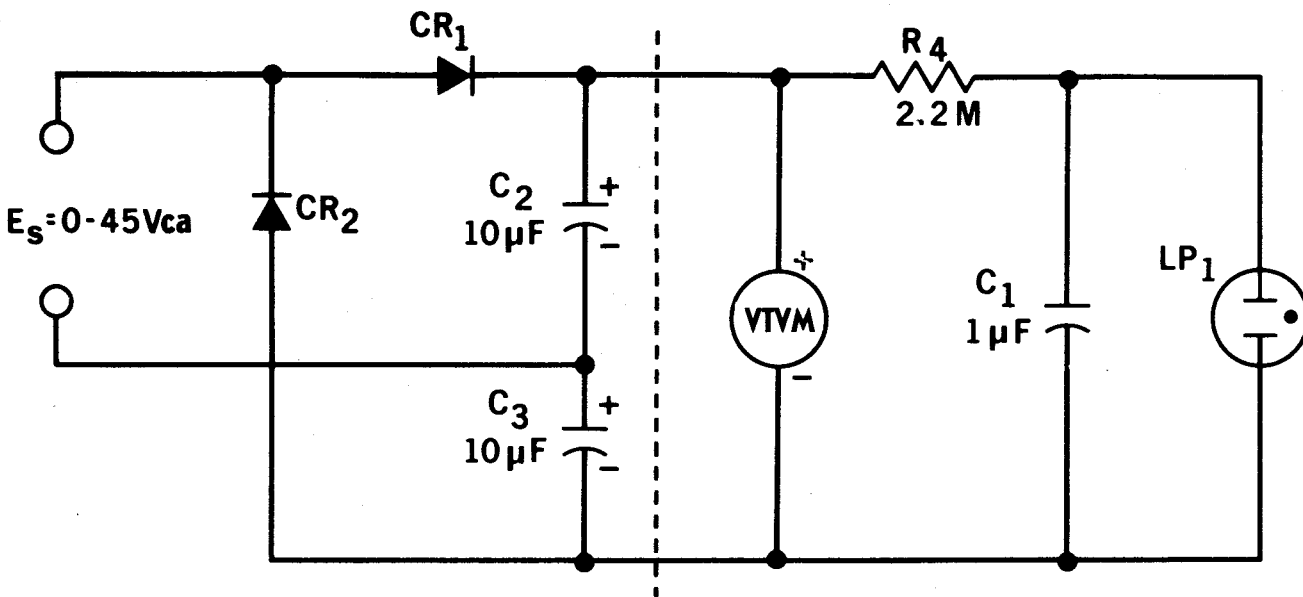

Fig. 36-4
13. Construya un oscilador de relajamiento neón, como se muestra en la Fig. 36-4 y en la fotografía. Todos los componentes que están a la izquierda de la línea punteada se usan para convertir la tensión de la fuente de ca a una tensión de cd lo suficientemente elevada para disparar la lámpara neón. Esta parte de rectificación en el circuito no se estudia en este momento y se estudiará en otra parte del manual. Sólo la resistencia R_4 , el capacitor C_1 y la lámpara LP_1 forman el oscilador de relajamiento de neón. Ajuste la tensión de la fuente hasta que en el VTVM se lean 90 Vcd.